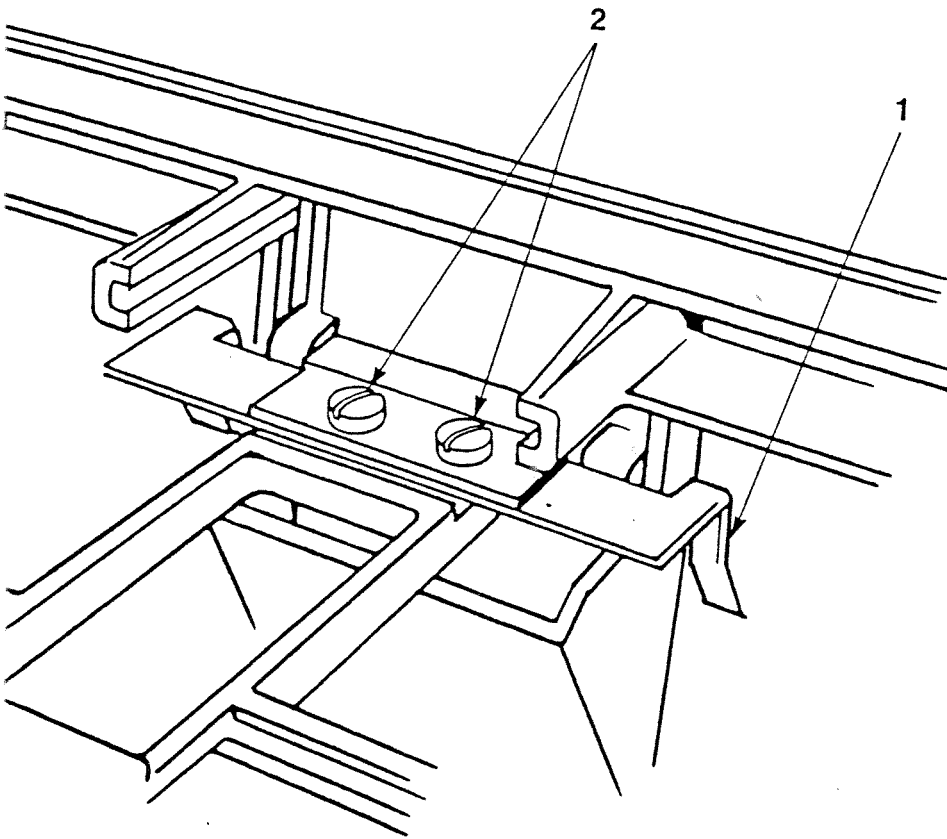

FIGURE 3
3. Lockern Sie die zwei Befestigungsschrauben (Abb. 3, #2) und zentrieren Sie die Klappe in ihrer Öffnung.
6. Schließen Sie die Klappe des Laufwerks vorsichtig und beobachten Sie dabei die zwei Führungsschienen (Abbildung 3, #1), die sichtbar sind, wenn Sie von der Rückseite des Laufwerks nach vorne schauen. Das Werkzeug muß sich frei an den Führungsschienen vorbeibewegen und darf nicht klemmen.